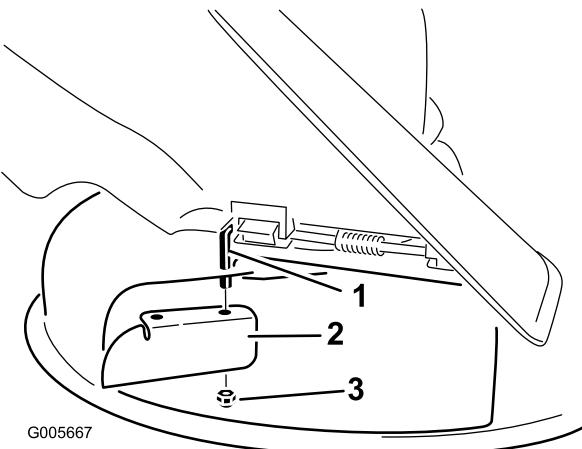

**Figura 25**
3. Remova os 2 parafusos e porcas que fixam a cobertura de descarga ao cortador (Figura 25).